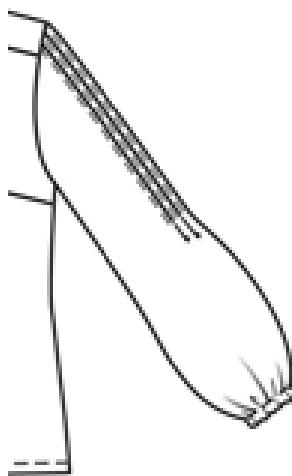

Рисунок 1 – Фрагмент блузки. Обработка рукава
Второй этап: Моделирование фрагмента заданной модели «Обработка рукава» (стр. 7, рис. 1) в натуральную величину и изготовление лекал
Третий этап: Изготовление (пошив) образца фрагмента заданной модели (стр. 7, рис. 1) женской блузки.
1) Внешний вид фрагмента заданного изделия должен полностью соответствовать техническому рисунку модели и художественно-техническому описанию (стр. 3, табл.1) и рисунку фрагмента (стр. 7, рис. 1).